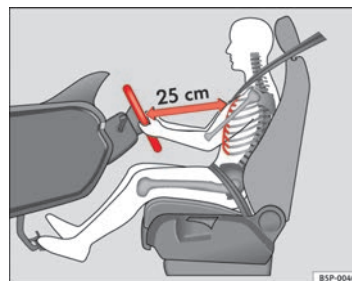

Fig. 133 Posición correcta del conductor
- Ajuste el volante hasta alcanzar la posición deseada ⇒ fig. 133.
- Ajuste el asiento del conductor o el volante de modo que quede una distancia mínima de 25 cm entre el volante y el tórax ⇒ fig. 133. ¡Si no respeta la distancia mínima, el airbag no le protegerá adecuadamente y corre peligro de muerte!